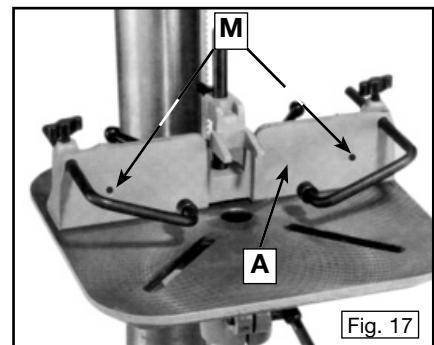

Fig. 17
REMARQUE : Si une mortaise est coupée au centre d'une pièce de bois de moins de 19,1 mm (3/4 po), fixer un guide longitudinal auxiliaire en bois au guide longitudinal (A, fig. 17) à l'aide de vis dans les trous (M).